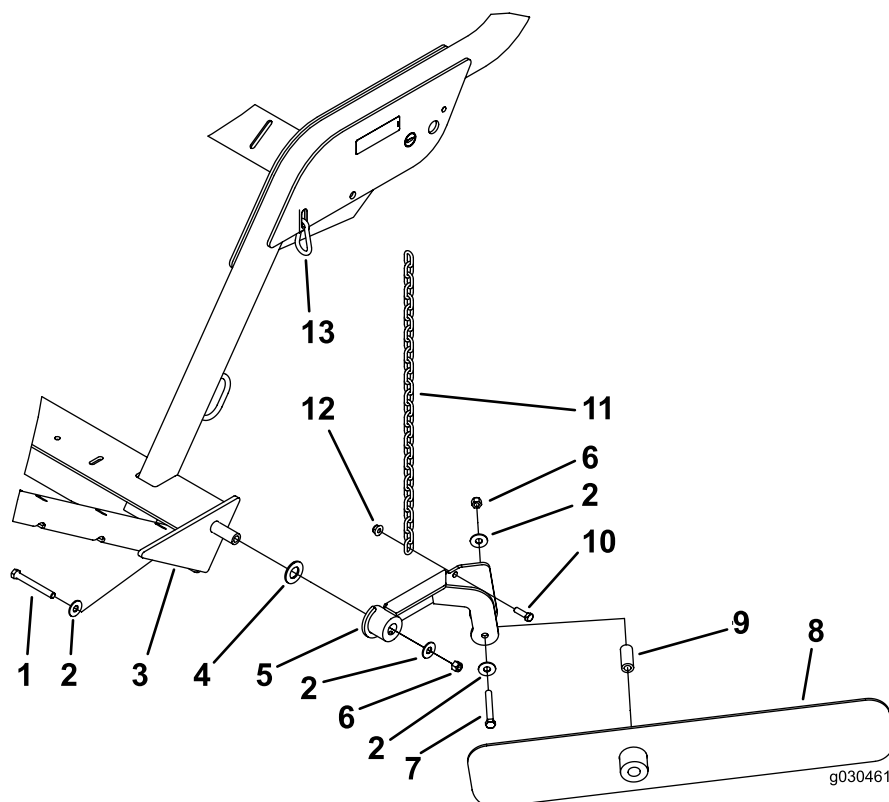

Figure 15
Remarque: Positionnez les composants comme montré à la Figure 15.
- Fixez la lame à andain au support à l'aide d'un boulon (7/16 x 3-14 po), de 2 rondelles plates, d'une entretoise et d'un contre-écrou (7/16 po). Assemblez les composants comme montré à la Figure 15.
3. Fixez la chaîne au support de lame à l'aide d'un boulon (3/8 x 1-1/4 po) et d'un écrou à embase (3/8 po) (Figure 15).
4. Accrochez l'autre extrémité de la chaîne dans la fente du châssis au moyen du mousqueton (Figure 15).